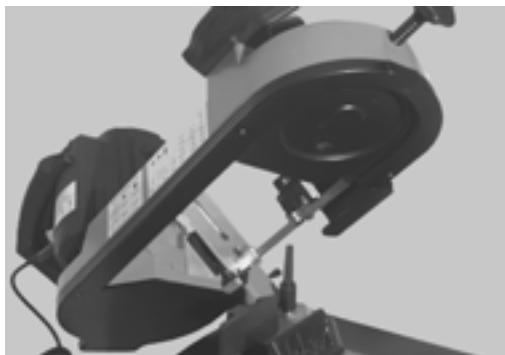

Fig. 47
2. Levante o arco para a posição vertical (Fig. 47).
Elementos das Fig. 47 - 50